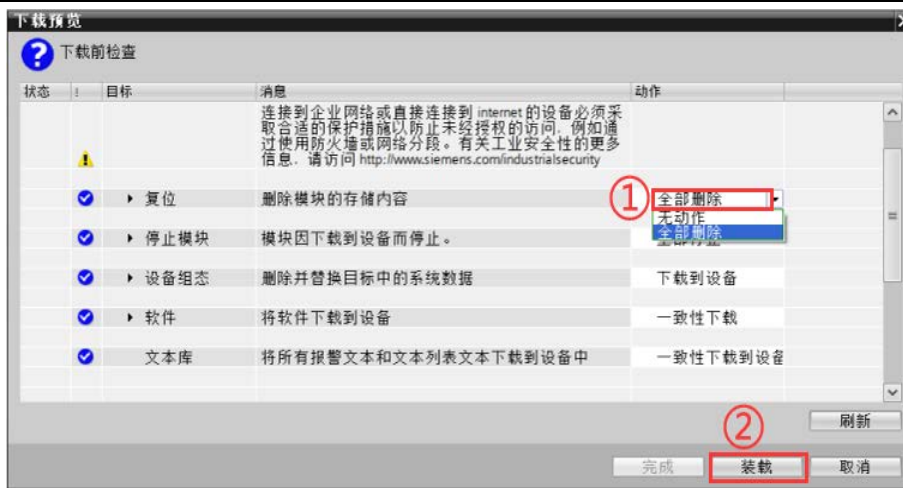

图 3.16 下载 PLC 组态配置（四）
- 在下载预览界面下，选择【全部删除】，出现下载准备就绪的提示后点击【装载】按钮，如图 3.16 所示。